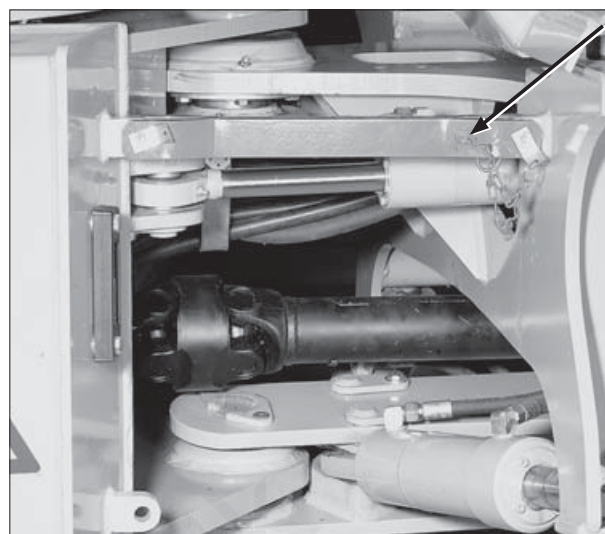

Fig. 65
- Knækledslåsen fig. 65 er monteret